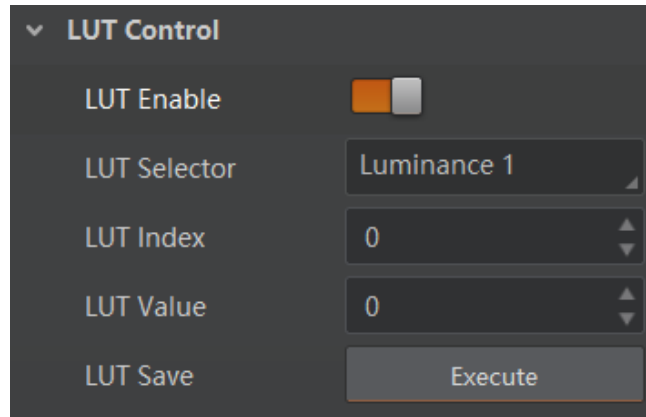

图7-36 LUT 设置
1. 在 *LUT Control* 属性下，启用 *LUT Enable* 参数，使能 LUT 用户查找表功能，如图 7-36 所示。